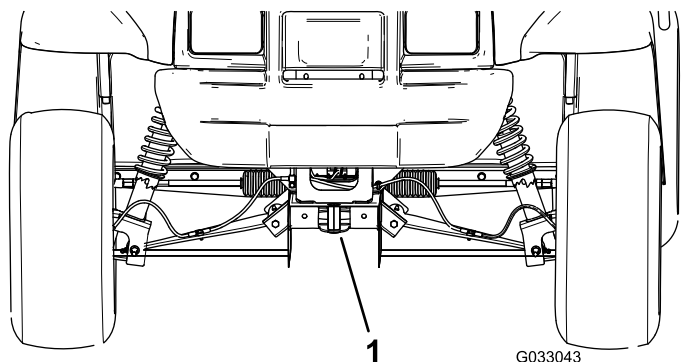

Figure 26
- Le point de levage avant de la machine est situé à l'avant du cadre, derrière la flèche d'attelage (Figure 26).